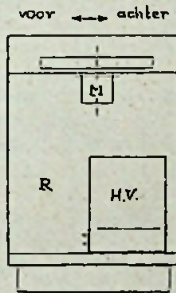

Fig. 4 Schematische doorsnede over grammofoon-gedeelte.
Zo op de figuur te zien houdt men nog al veel ruimte over. Fig. 4 op hetzelfde blad geeft ons de grammofoon-ruimte met de, daaronder gedachte, hoofdversterker (HV).
In de fig. 4 ziet men vóór de HV een open ruimte, gemerkt R. Als men een bandrecorder in een koffertje heeft of koopt, kan men die daar rechtop neerzetten. Of wel men kan het koffertje